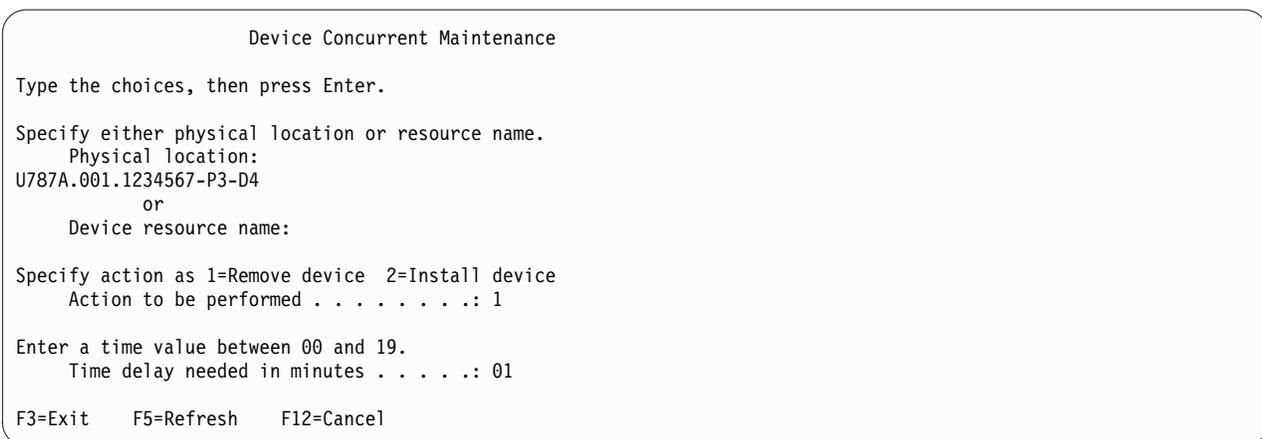

Figura 60. Exemplo Device Concurrent Maintenance display
15. A partir do Gestor de Serviços de Hardware (HSM), navegue para a opção **Selecionar Manutenção Concorrente do Dispositivo (Select Device Concurrent Maintenance)**. Prima Enter. É apresentado o ecrã Manutenção Concorrente do Dispositivo (Device Concurrent Maintenance), como mostrado na Figura 60.